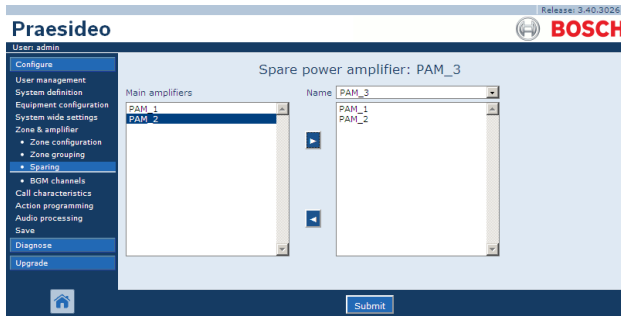

Abbildung 45.14: Reservegeräte, Schritt 4
- Wählen Sie den Hauptverstärker per Doppelklick oder klicken Sie die Schaltfläche > an, um dem Reserveverstärker einen Hauptverstärker zuzuweisen. Im Main Frame der webbasierten Benutzeroberfläche wird ein Bildschirm angezeigt, der dem in Abbildung 45.14 gleicht.